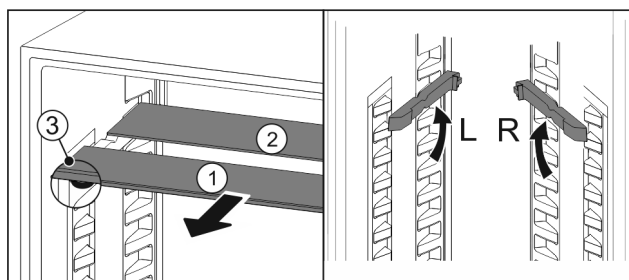

Fig. 24
- Skleněné desky jednotlivě vytáhněte dopředu Fig. 24 (1).
- ▷ Skleněná deska Fig. 24 (1) s ozdobnou lištou leží vpředu.
- ▷ Zarážky Fig. 24 (3) směřují dolů.